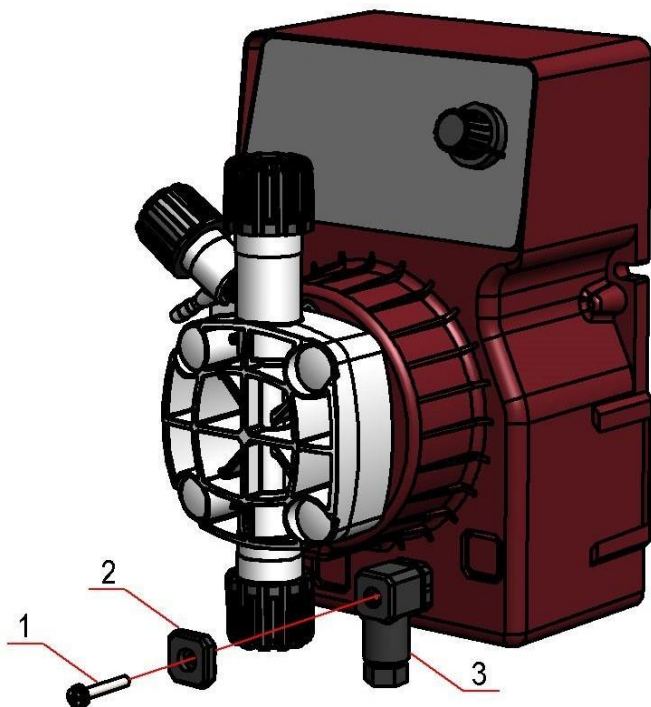
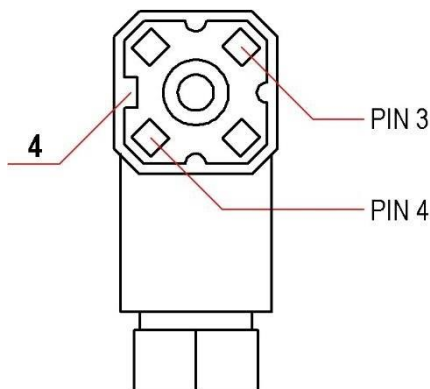

Рис. 9 - Підключення датчика рівня
Рис. 10 - Правильне розташування роз'єму датчика рівня.
Насос дозатора має штекерний роз'єм для вхідного підключення сигналізатора рівня (постачається за запитом). Щоб підключити цей аксесуар, використовуйте плоску або хрестоподібну викрутку на гвинті (1), потім зніміть ковпачок (2) або штекер (3), залежно від версії, потягніть його в напрямку червоної лінії, від'єднавши від штекерного роз'єму, розташованого на насосі (рис. 9). Вставку з'єднувача (3) необхідно вийняти з контейнера і повернути так, щоб її шпонка (4) була розташована, як зазначено (рис. 10), для правильного з'єднання з відповідним штекерним роз'ємом, встановленим на ходовій частині. Щоб зняти вставку роз'єму (3), викрутіть гвинт (1) і з а допомогою плоскої викрутки натисніть на два виступи на гнізді, де знаходився гвинт (1), і зніміть деталь. Підключіть 2 дроти датчика рівня, один до PIN 3, а інший до PIN 4, нерозбірливо, а потім знову встановіть роз'єм (3) на місце. Вставте роз'єм (3) у відповідний штекер на корпусі і затягніть гвинт (1).